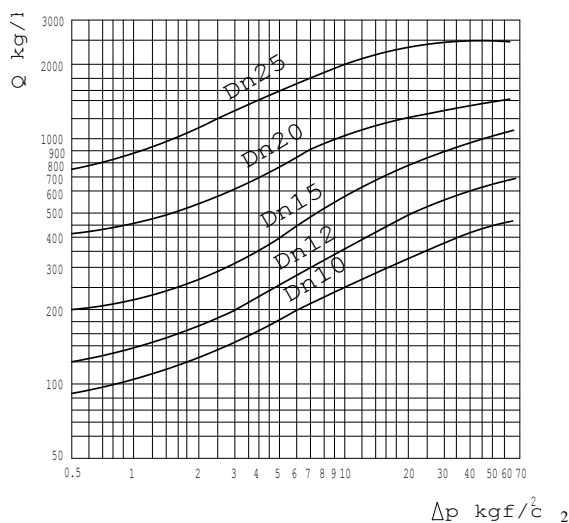

Fig.1 Tabel Q- Δp
- dimensiunile OCT-2 în instalație se aleg conform nomogramei $Q - \Delta p$ (fig.1) ce este pusă la dispoziție de către furnizor la cererea beneficiarului ;